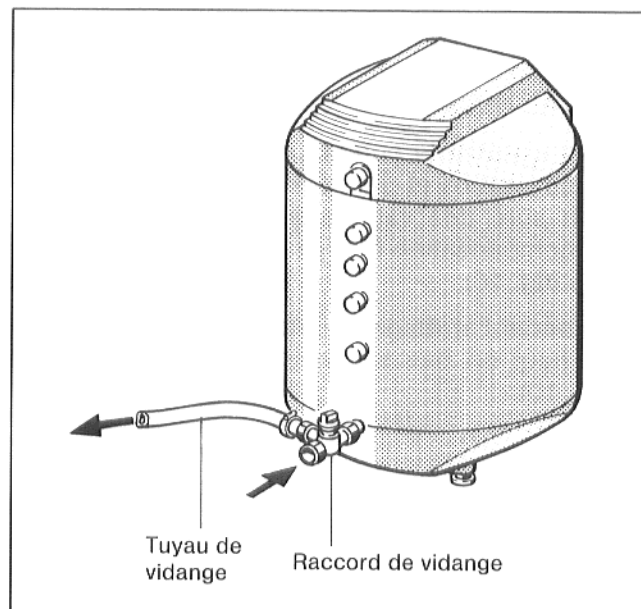

Fig. 12
- Régler le raccord de vidange de façon à ce que l'entrée d'eau froide soit fermée et le raccord de vidange ouvert (fig. 12).
- Dévisser la vis hexagonale du couvercle à regard, retirer le couvercle à regard avec l'anode magnésium (fig. 12).
- Poser l'anneau du câble de mise à la terre et y introduire la vis hexagonale (fig. 12).